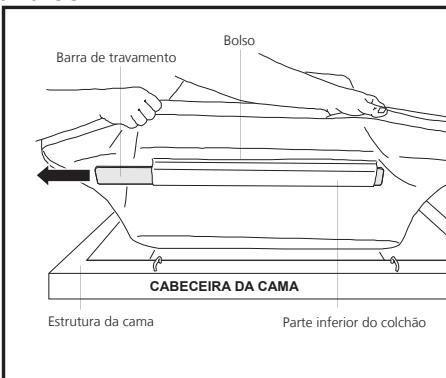

Figura 1
- Deslize a barra de travamento localizada no bolso na parte inferior da cabeceira do colchão para um lado, conforme mostrado à direita (Figura 1).